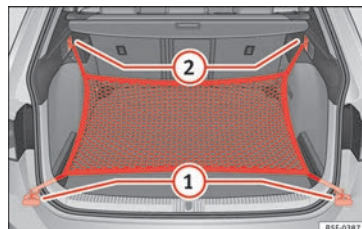

Abb. 178 Im Gepäckraum: Ösen (1) und Haken (2) zum Einhängen des Gepäckraumnetzes (Modell LEON ST).
- Hängen Sie die kurzen Haken des Netzes in die Verzurrösen » Abb. 178 ① » ⚠ ein. Der Reißverschluss des Gepäckraumnetzes muss dabei nach oben zeigen.
- Befestigen Sie die Spanngurte in den Taschenhaken ②.